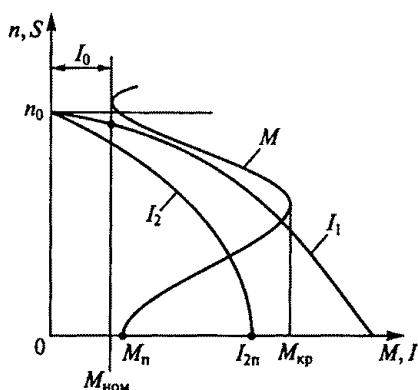

Рис. 218
9.30. Какое из значений величин, характерных для асинхронного двигателя с короткозамкнутым ротором общего назначения (рис. 218), указано неправильно?